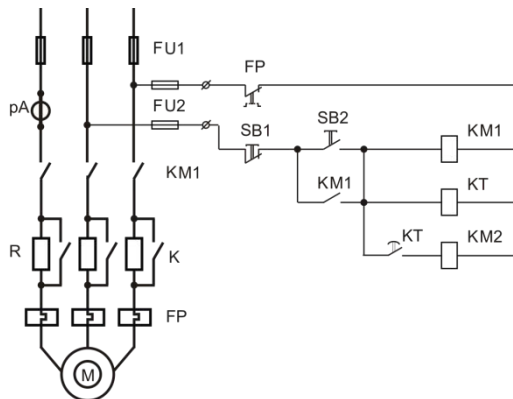

Рис. 4
4. Определить состав схемы (рис. 4), найти элементы схемы на щите. Собрать схему, проверить работу двигателя. Регулировкой реле времени добиться правильного пуска. Продемонстрировать работу.